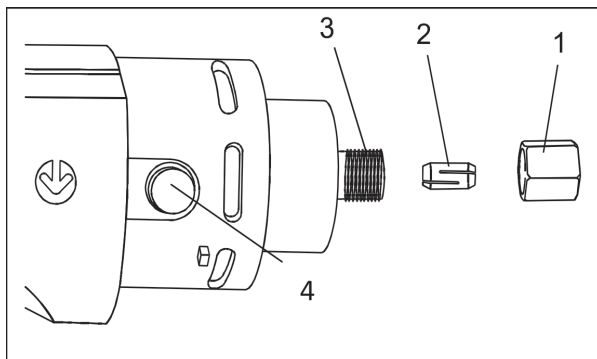

Рис. 8
2. Нажмите и удерживайте кнопку блокировки шпинделя 4 (Рис. 8).
4. Установите или замените цангу 2 в паз 3 (Рис. 8).